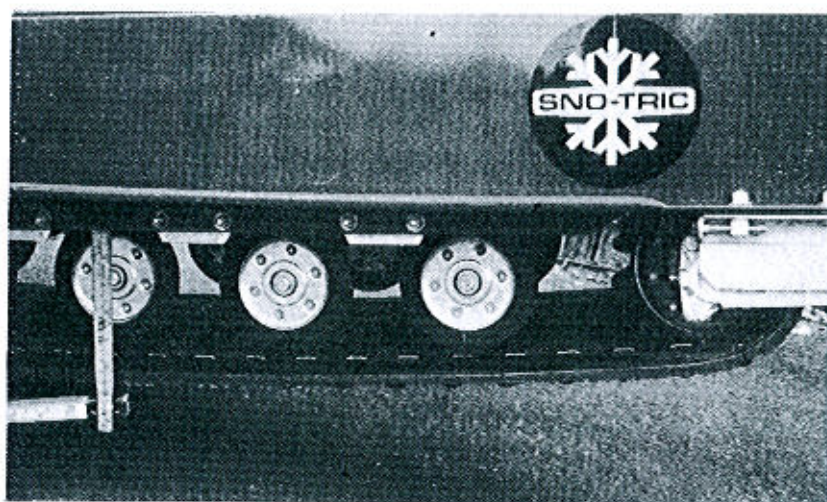

Bild 8.
2. Kontrollera bandspänningen genom att mäta avståndet mellan chassiets underkant och översidan av bandens nedre part mitt för tredje hjulparet bakifrån. Detta avstånd skall vara 130 mm, se bild 8.